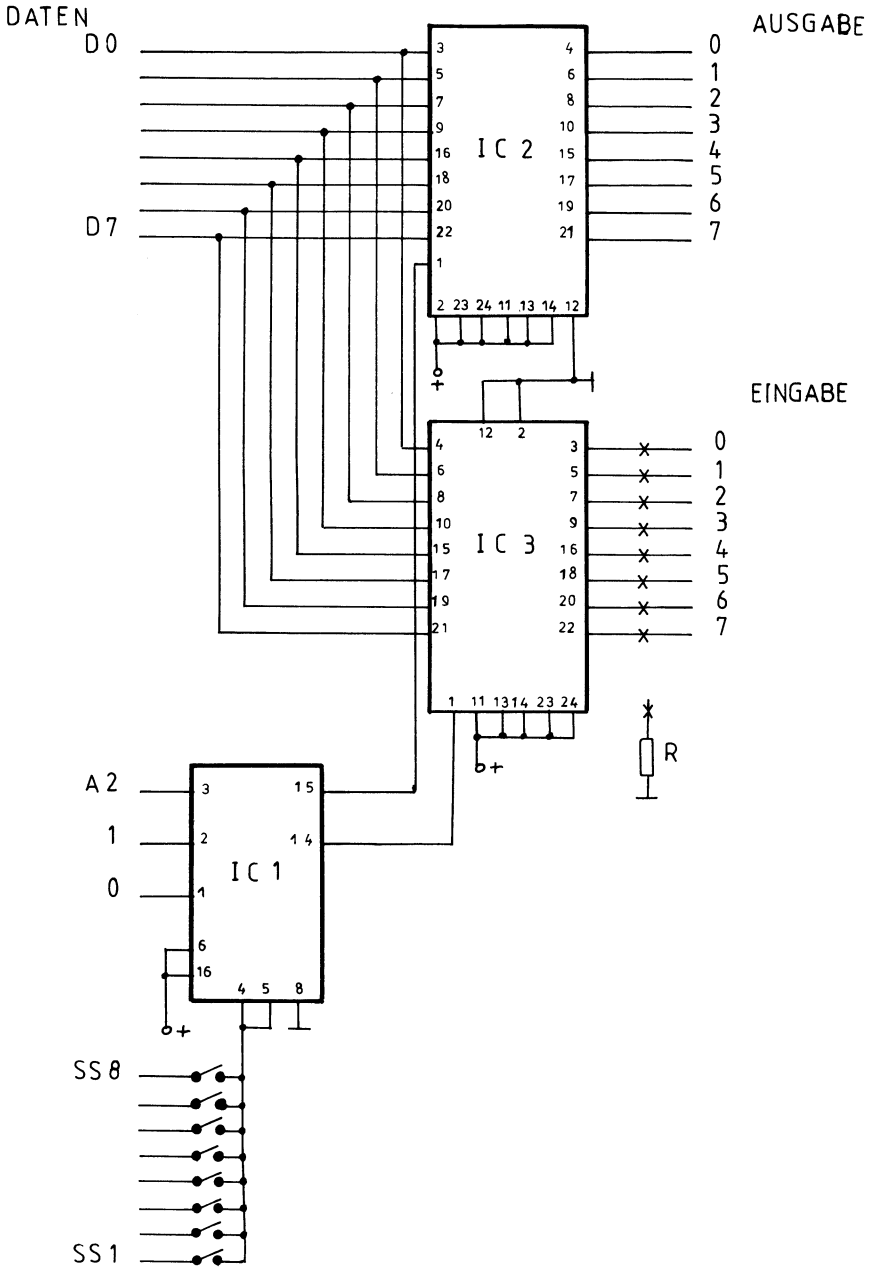

Abb. 64: Schaltplan des 16-Kanal-Ein-Ausgabe-Interface
Die Schaltung, die Sie in der Abbildung 64 sehen, arbeitet mit zwei ICs des Typs 8212, die Sie bereits aus dem Kapitel 8 kennen. IC2 arbeitet als Ausgabeport und IC3 als Eingabeport. Sie sehen, daß beide Schaltkreise antiparallel angeordnet sind, d.h. der Eingabeport, die Daten des Rechners, des IC1 ist beim IC2 als periphere Eingabe geschaltet. Damit der Datentransfer auch richtig geschaltet wird, besitzt der 8212 einen besonderen Eingangspin, MODE (MD), Pin 1, genannt.